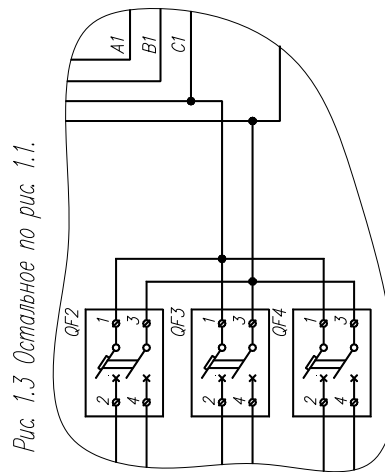

Рис. 1.3 Остальное по рис. 1.1.
4. Монтаж кабелей 1.1–1.4 от клапанов YA1, YA2 вести с учетом рис. 1.3. (Указано расположение катушек КО, КС).
8. При отсутствии А9 (ИБП) подключение УТ согласно рис. 1.3